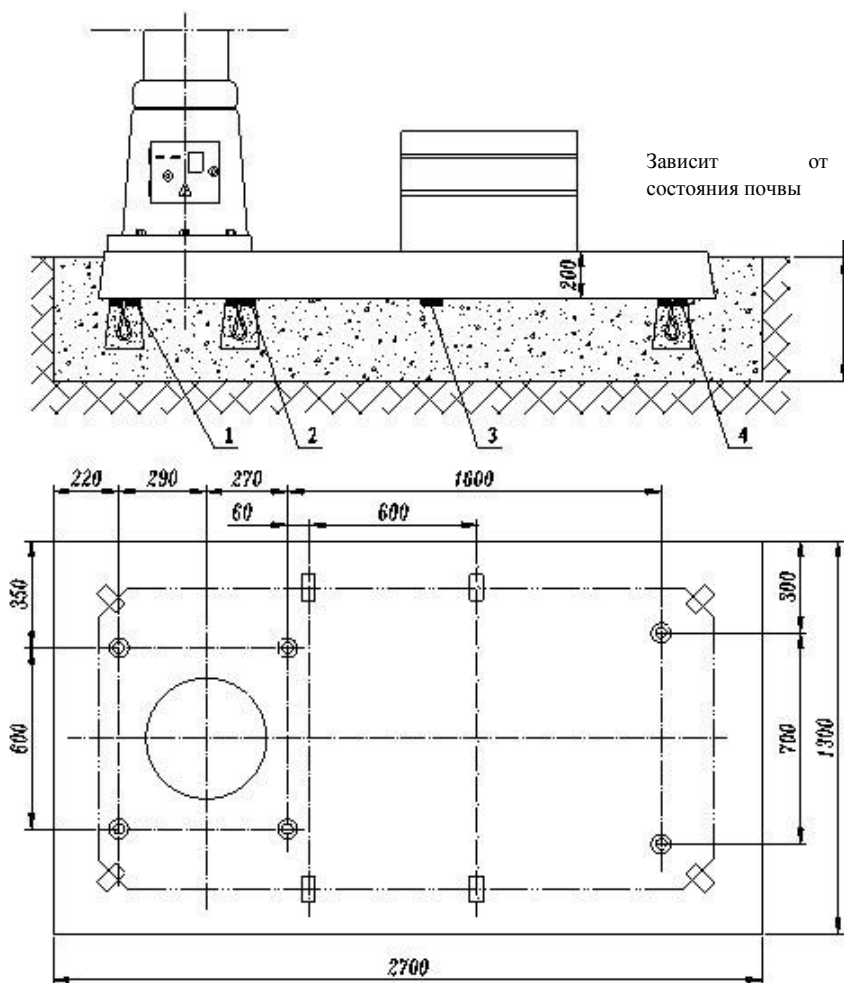

Рисунок 3-2
3.2 Установка и регулировка геометрической точности (Рисунок 3-2)